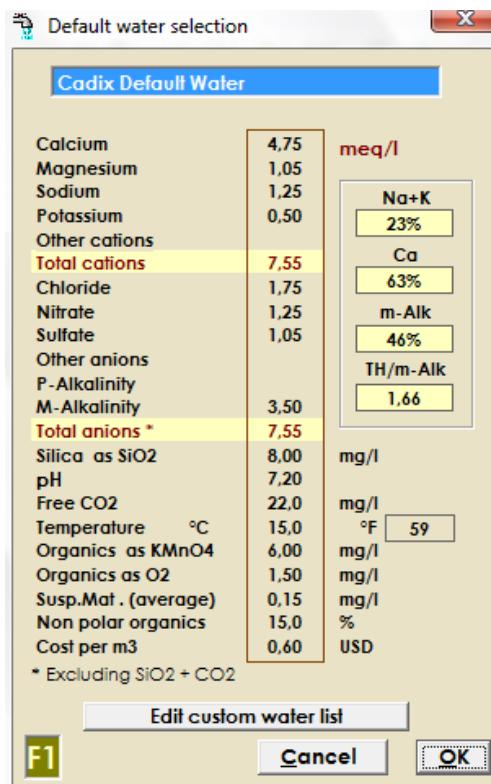

Figura 5.44: Ventana de selección del análisis de agua por defecto
- “Edit Default Water Analysis”: editar el análisis de agua por defecto. Al seleccionar esta opción aparece la ventana mostrada en la figura 5.44, que muestra los valores por defecto de la composición del agua de un grifo convencional que tiene ya incluidos el programa, desde ésta opción no se pueden cambiar los valores.